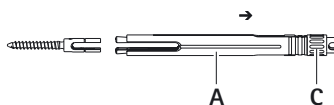

Fig. 7
- Retirer l'ensemble douille de blocage **2**, voir Fig. 7.